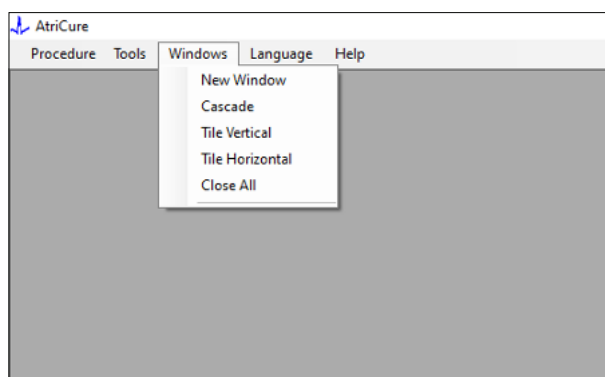

Abbildung 10: Optionen für die Anordnung von Fenstern in der Software
- Durch Auswählen der Option „Fenster“ wird das folgende Fenster geöffnet (siehe **Abbildung 10**):